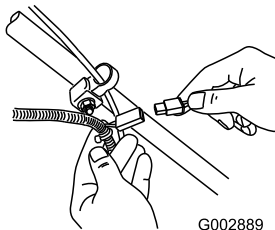

Figura 38
1. Conecte el cargador al arnés de cables del cortacésped, situado debajo de la llave de contacto (Figura 38).